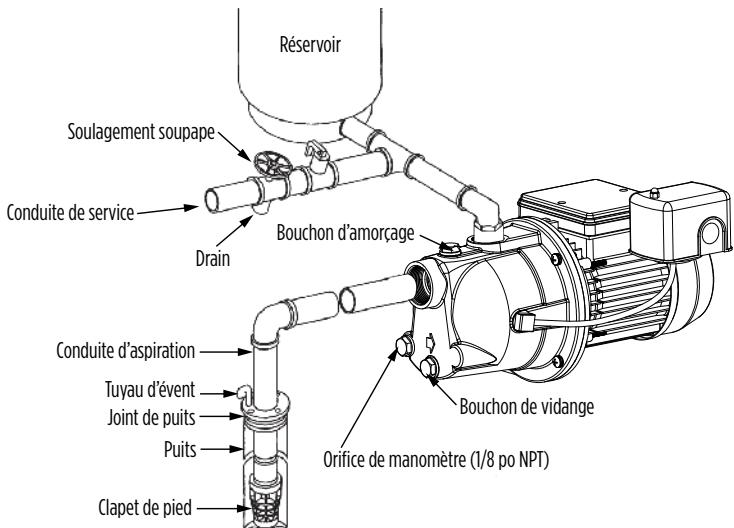
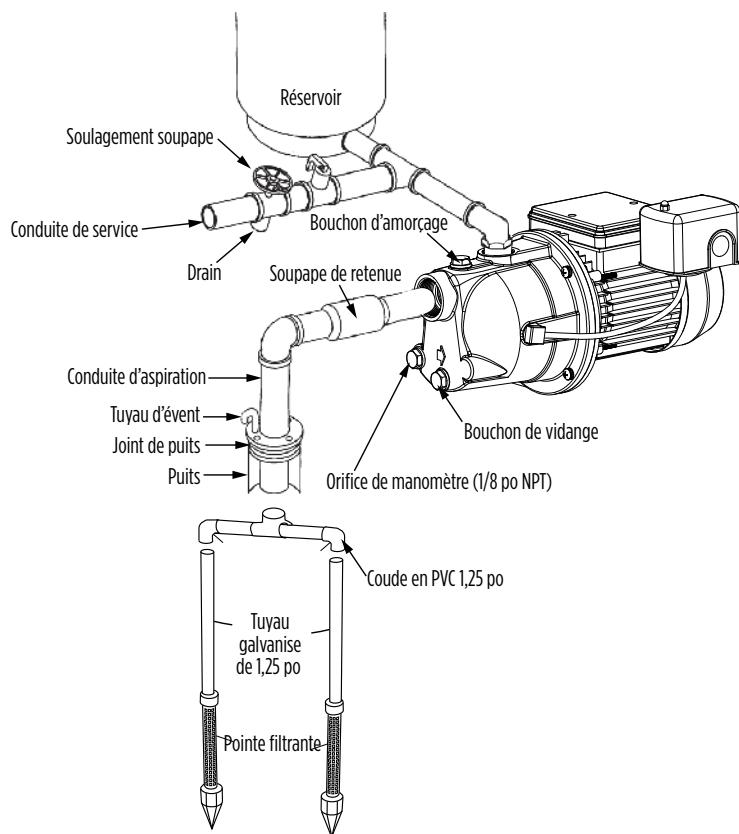

Figure 3 - PUITS PEU PROFOND
Figure 5 - PUITS PEU PROFOND
Il est recommandé de n'utiliser qu'un tuyau ou un boyau neuf de 1¼ po (31,75 mm). Si la pompe se trouve à une certaine distance du point d'eau, il faudrait accroître le diamètre de la conduite et se servir d'un tuyau de 1½ po (38,1 mm). Les sections horizontales de tuyauterie seront graduellement inclinées vers le haut, depuis la source d'eau jusqu'à la pompe, pour éviter la formation de poches d'air dans la canalisation. Un lubrifiant de filetage doit être utilisé sur tous les joints du tuyau et les connexions doivent être bien serrées. **Un clapet de pied ou une soupape de retenue doit être installé** et vérifié pour détecter toute fuite qui empêcherait le bon fonctionnement du système. Disposer le clapet de pied de façon à ce qu'il soit immergé en tout temps. Si une pointe filtrante est utilisée, installer un clapet de retenue près du tuyau d'aspiration de la pompe au lieu de clapet de pied (consultez la section intitulée « **Installation typiques** », Figure 5). **Toutes les installations doivent avoir un clapet de pied ou une soupape de retenue dans le tuyau d'aspiration.**
11. Le manomètre n'est pas fourni de la pompe. Il doit être installé dans le trou de 1/8 po NPT, placé sur la surface de devant du corps de la pompe, de l'autre côté où est placé le manostat (consultez la section intitulée « **Installations typiques** », Figures 3, 4, 5, ou 6).
Pour les installations dans des puits peu profonds, un seul tuyau est utilisé pour relier la pompe à la source d'eau. Cette pompe peut être utilisée pour les puits forés à la sondeuse (voir Figures 3, 4, ou 6) ou les puits tubulaires (voir Figure 5). Les puits forés à la sondeuse sont des trous creusés dans le sol par des foreurs de puits professionnels à l'aide de gros appareils de forage. Les puits tubulaires (également appelés puits à pointe filtrante) utilisent des pointes filtrantes, soient de longs tubes pointus munis d'un filtre permettant à l'eau de pénétrer à l'intérieur du tuyau, tout en retenant le sable et les sédiments. Le niveau d'eau dans un puits foré à la sondeuse est relativement élevé ou près du niveau du sol (maximum de 30 pi [9,1 m]). Poursuivez le processus approprié d'installation pour puits peu profonds.
7. Le manomètre n'est pas fourni de la pompe. Il doit être installé dans le trou de 1/8 po NPT, placé sur la surface de devant du corps de la pompe, de l'autre côté où est placé le manostat (consultez la section intitulée « **Installations typiques** », Figures 3, 4, ou 6).
9. Utilisez le tube de PVC restant de l'étape (4). Lissez l'arête de coupe à l'aide d'une lime ronde. Assurez-vous que le tuyau est propre et exempt de particules de tubes ou de pièces, car celles-ci pourraient s'introduire dans la pompe et endommager l'impulseur. Fixez une extrémité du tuyau à l'adaptateur installé à l'entrée d'aspiration. Assurez-vous qu'aucune fuite n'est présente. **Tous les raccordements et joints doivent être étanches à l'air. Une petite fuite de la taille d'un trou d'épingle pourrait entraver le bon fonctionnement de la pompe.**
1. Enfoncez la pointe filtrante dans le sol en suivant les instructions qui l'accompagnent. Celle-ci doit être enfoncée assez profondément pour traverser la formation aquifère sous le niveau phréatique, mais cette profondeur ne devrait pas dépasser 25 pi (7,6 m). Une seule pointe filtrante pourrait ne pas fournir la quantité d'eau requise. Il est donc parfois nécessaire d'utiliser plus d'une pointe filtrante afin d'accroître l'alimentation en eau. Deux pointes filtrantes distinctes peuvent être reliées à l'aide de tuyaux additionnels et d'un joint transversal (voir Figure 5).
8. Le manomètre n'est pas fourni de la pompe. Il doit être installé dans le trou de 1/8 po NPT, placé sur la surface de devant du corps de la pompe, de l'autre côté où est placé le manostat (consultez la section intitulée « **Installations typiques** », Figure 5).
9. Installez un adaptateur mâle en acier galvanisé de 1 $\frac{1}{4}$ po dans l'entrée d'aspiration de la pompe. Ne serrez pas de façon excessive, car les raccordements pourraient se fissurer. Mesurez la distance entre cet adaptateur et le clapet anti-retour installé à l'étape (6). Coupez un tuyau en PVC de 1 $\frac{1}{4}$ po de cette longueur. À l'aide d'une lime ronde, laissez l'arête de coupe. Assurez-vous que le tuyau est propre et exempt de copeaux de tubes ou de toute pièce quelconque, car ceux-ci pourraient s'introduire dans la pompe et endommager l'impulseur. Fixez le tuyau de 1 $\frac{1}{4}$ po en PVC à l'adaptateur et ensuite au clapet anti-retour. Assurez-vous qu'aucune fuite n'est présente. **Tous les raccordements et joints doivent être étanches à l'air. Un orifice de la taille d'un trou d'épingle pourrait entraver le bon fonctionnement de la pompe.**